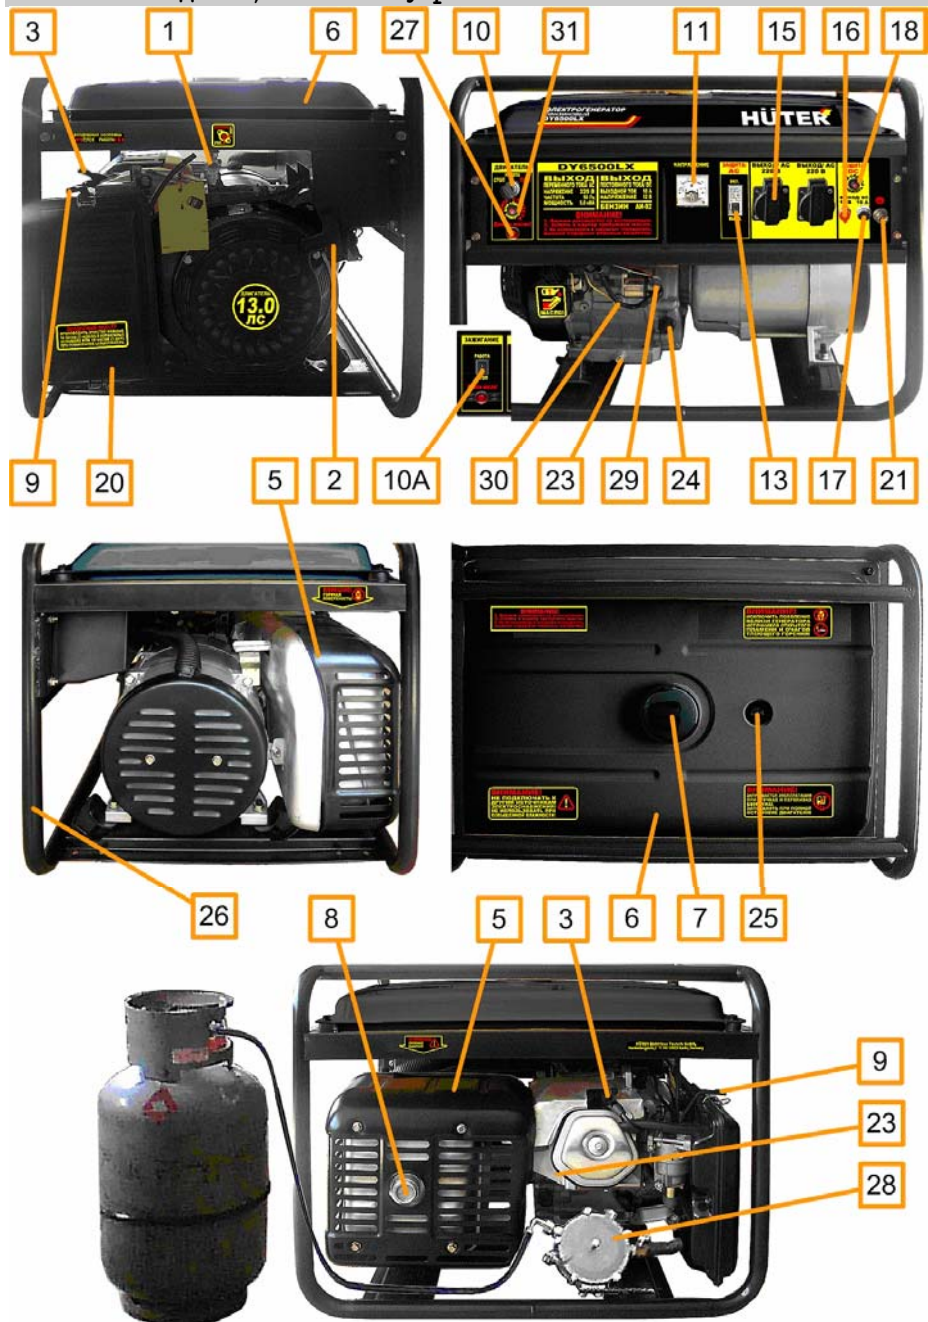
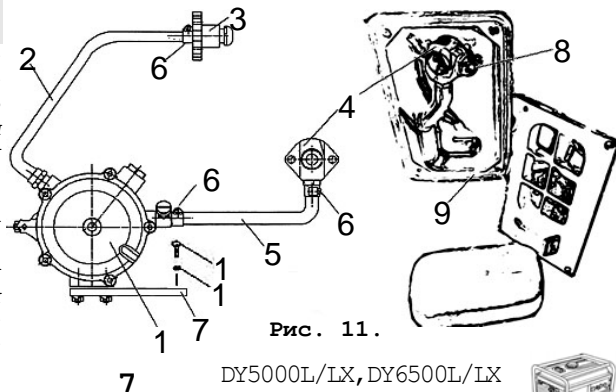

Рис. 1.
Рис. 11. DY5000L/LX, DY6500L/LX
4.1. Перечень составных частей изделия (рис. 1).
5.3.1. Вывинтить шуп поз. 24 (рис. 1) и залить в картер масло соответствующего типа (таблица 2 п. 8) до нижнего края горловины. Вставить чистый сухой шуп в горловину картера и вынуть его. Проверить уровень масла: граница смоченной области шупа должна располагаться между отметками минимального и максимального уровня.
При установке генератора следует подключить к резьбовой клемме поз. 21 (рис. 1) проводник заземляющего устройства, удовлетворяющего требованиям раздела 10: «Обеспечение требований безопасности».
5.5.1. В качестве топлива используется бензин марки АИ-92, а также бытовой сжиженный баллонный газ: пропан и пропан бутан, в случае установки газовой системы питания поз. 28 (рис. 1), см. также рис. 11.
5.5.2. Газовый шланг высокого давления поз. 2 (рис. 11) укомплектован штуцером поз. 3 (рис. 11) для подключения к бытовому газовому баллону с резьбой: M22×1.5 LH. Допускается установка штуцера с параметрами в соответствии с требованиями Заказчика (Покупателя).
5.5.4. Установить лоток аккумуляторной батареи GG-H650-M22-E в соответствии с рис. М каталога запасных частей. Подключить провода аккумуляторной батареи поз. GB1 (Приложение 1) к клеммам поз. 29, 30 (рис. 1), строго соблюдая указанную полярность.
5.6.1. Отключить все потребители переменного тока от генератора, переведя рычаг автоматического выключателя поз. 13 (рис. 1) в отключенное положение «0», отсоединить потребители постоянного тока от клемм поз. 16, 17 (рис. 1).
5.6.2. При использовании бензина открыть топливный кран поз. 1 (рис. 1) при закрытом вентиле газового баллона, см. также рис. 3, или открыть вентиль газового баллона при закрытом топливном кране поз. 1 (рис. 1) в случае использования газа.
5.6.3. При использовании бензина перевести рычаг управления воздушной заслонкой поз. 9 (рис. 1) в крайнее левое положение при пуске холодного двигателя и в промежуточное положение при пуске прогретого двигателя. При использовании газа нажать на несколько секунд кнопку в центре регулятора поз. 1 (рис. 11) для заполнения впускной трубы газом, затем отпустить кнопку.
5.6.4. Перевести выключатель двигателя поз. 10, 10А (рис. 1) в отключенное положение «0» или «СТОП».
5.6.5. Плавно вытянуть до упора трос ручного стартера за ручку поз. 2 (рис. 1) и вернуть в исходное положение см. также рис. 2.
5.6.6. Перевести выключатель двигателя поз. 10, 10А (рис. 1) во включенное положение «1» или «РАБОТА».
стартера производится поворотом ключа выключателя поз. 10 (рис.1) в крайнее правое положение «ПУСК». Сразу после пуска двигателя отпустить ключ выключателя для обеспечения его самовозврата в среднее положение. При срабатывании защиты поз. 31 (рис. 1) нажать сброс после остывания автоматического выключателя.
5.6.8. При работе на бензине после прогрева двигателя в течение времени около 10–40 секунд, в зависимости от начальной температуры, перевести рычаг заслонки поз. 9 (рис. 1) в крайнее правое положение, если при этом двигатель работает неустойчиво вернуть рычаг заслонки поз. 9 в прежнее положение и обеспечить завершение прогрева.
5.6.9. Подключить к разъемам генератора потребители, соответствующие требованиям раздела 10: «Обеспечение требований безопасности». Полная (сумма активной и реактивной) мощность всех подключаемых потребителей в стационарном режиме не должна превышать значений номинальной мощности, указанных в Таблице 1 п. 3. Не допускается длительное превышение номинальной мощности более, чем на 10% свыше номинального значения. Включить автоматический выключатель поз. 13 (рис. 1), установив его рычаг управления в положение «1».
5.7.1. При работающем генераторе отключить автоматический выключатель поз. 13 (рис. 1), отсоединить потребители постоянного тока от клемм поз. 16, 17 (рис. 1).
5.7.2. Перевести выключатель двигателя поз. 10, 10А (рис. 1) в отключенное положение «0» или «СТОП».
5.7.3. Закрывать топливный кран поз. 1 (рис. 1), см. также рис. 4, закрыть вентиль газового баллона.
6.1. Наличие и величина напряжения переменного тока индицируется и измеряется вольтметром поз. 11 (рис. 1).
6.2. Причиной отсутствия напряжения при работающем генераторе может служить срабатывание автоматических выключателей защиты цепей от перегрузки поз. 13, 18 (рис. 1). В этом случае следует устранить причину перегрузки и нажать кнопку или клавишу сброса соответствующего автоматического выключателя после его остывания.